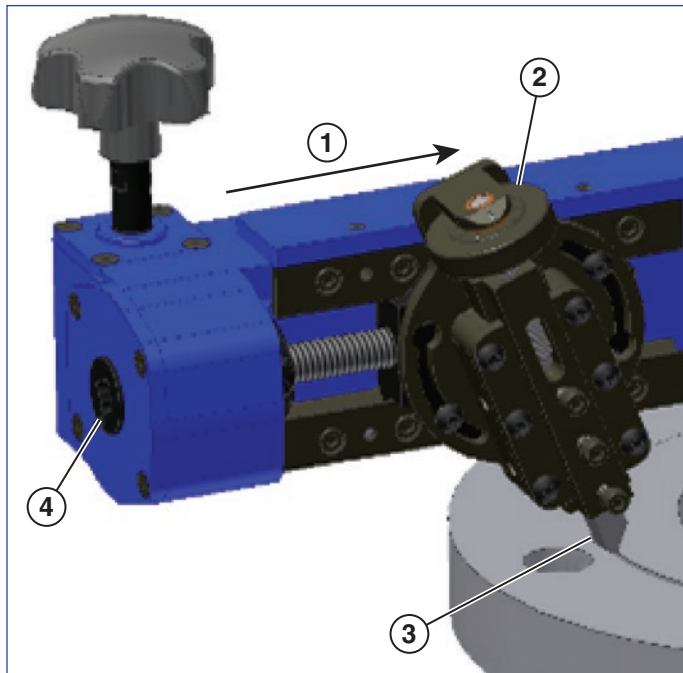

Figuur 11
2. Draai de schroeven los om de draaibare beitelslede te kantelen. De juiste beitelsledehoek ligt tussen 10 – 30 graden ten opzichte van de voedingsspindel. Zorg ervoor dat de beitelslede voldoende wordt gekanteld zodat ze over het hele oppervlak in één doorlopende bewerking kan lopen zonder te verlopen (**zie figuur 11**). De QuickFace snijbeweging loopt van de grootste naar de kleinste snijdiameter (an buiten naar binnen toe). Bij het snijden van flensoppervlakken met zeer kleine diameters dient de beitelsledehoek tot bijna 40 graden te worden ingesteld. Zet de schroeven van de draaibare beitelslede vast.